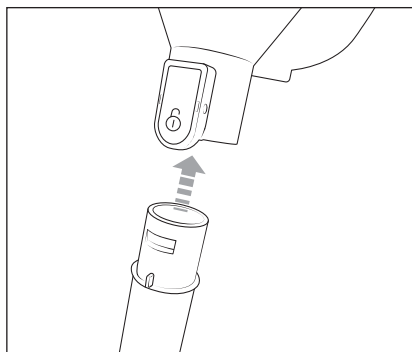

Fig. 1
- 1) Infilare il tubo di aspirazione telescopico 16 nell'apertura di aspirazione dell'apparecchio fino allo scatto (vedere fig. 1). Assicurarsi che il dispositivo di blocco sia posizionato correttamente.